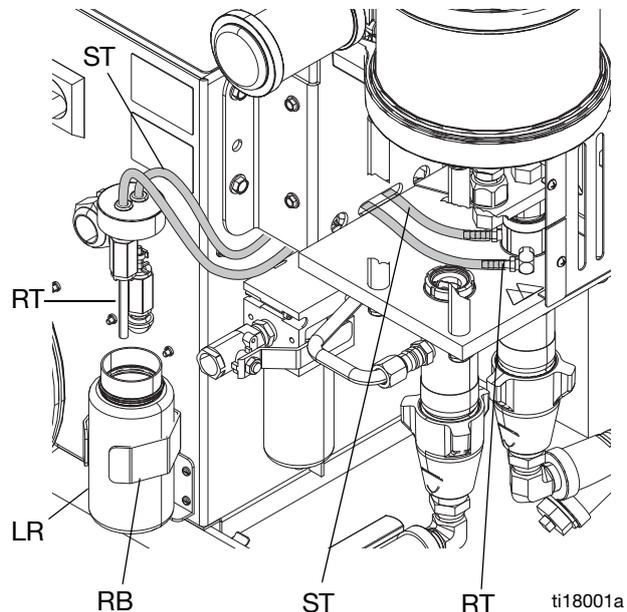

ABB. 15: Pumpenschmiersystem
2. Den Schmiermittelbehälter (LR) aus der Halterung (RB) heben und von der Kappe abnehmen. Die Kappe über einen geeigneten Behälter halten, das Rückschlagventil entfernen und das Schmiermittel ablaufen lassen. Das Rückschlagventil wieder am Einlassschlauch (ST) befestigen. Siehe ABB. 15.